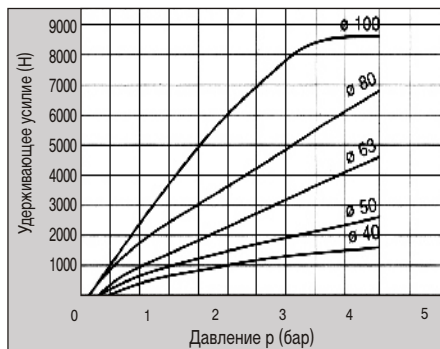

Рис. 1: Удерживающее усилие при макс. давлении блокировки 0,25 МПа.
- Значения усилия удержания - см. рис.1.